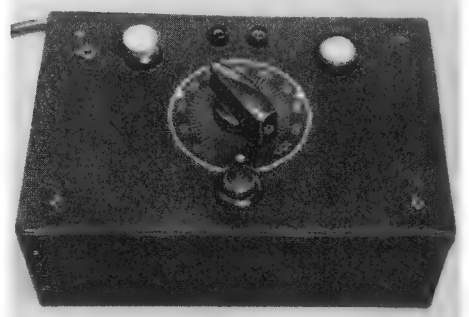

Bild 1. Außenansicht des Multivibrators
Zu den interessantesten schaltungstechnischen Aufgaben gehört die Kombination verschiedener Antennen oder Verstärkerkanäle zu Allwellenanlagen. Als Beispiel einer bewährten Industrieausführung sei daher nachstehend eine Lösung der Firma Blaupunkt Elektronik wiedergegeben, die sich durch gute Übersichtlichkeit auszeichnet. **Bild 1** zeigt zunächst die Zusammenschaltung von Empfangsantennen für die Bänder I bis III. Das dem Empfänger zunächst liegende Filter enthält einen Tiefpaß für die Antenne des längstwelligen Bandes (I) und einen Hochpaß für das nachgeschaltete Filter, deren beider Eingänge durch Drosseln galvanisch miteinander verbunden sind. Auch das nachgeschaltete Filter enthält einen Hochpaß (für das Fernsehband III) und einen Tiefpaß, an dessen Eingang der UKW-Kreuzdipol (Band II) und über eine zusätzliche Weiche der Übertrager für die Mittel- und Langwellen - Stabantenne angeschlossen sind. Die richtige Dimensionierung aller dieser Filter ist wegen der Anpassungsbedingung nicht einfach, so daß sie zweckmäßig fertig bezogen werden. Auch zum Bau von Antennenverstärkern gehört große Erfahrung. Dem Amateur, der sich auf diesem Gebiet versuchen will, sei empfohlen, Allwellenverstärker grundsätzlich nur aus getrennten Kanalverstärkern zusammenzusetzen.
Bild 1. Zusammenschaltung verschiedener Antennen für die Bänder I bis III. Die MW/LW-Stabantenne ist über eine eigene Weiche am Kreuzdipol für Band II angeschlossen (Blaupunkt Elektronik)
Der nachbeschriebene Breitband-Multivibrator, dessen Schaltung **Bild 1** wiedergibt, hat sich bei Niederschrift dieser Zeilen seit über einem halben Jahr für alle die genannten Prüfungen bestens bewährt. Er ist mit der Doppel-Triode ECC 40 für Betrieb am 220-V-Wechselstromnetz aufgebaut und schwingt mit einer Grundfrequenz von etwa 400 Hz. Die Anodenwiderstände sind mit 2 kΩ sehr niedrig gehalten. Der eine Anodenwiderstand wurde als Potentiometer ausgeführt, an dessen Schleifer das Frequenzgemisch in von Null bis zum Höchstwert einstellbaren Amplituden abgenommen werden kann. Die Maximalamplitude der Grundfrequenz von 400 Hz beträgt 8...9 V. Selbst auf dem Kurzwellenbereich sind die Oberschwingungen für die aufgezählten Prüfungen noch ausreichend. Durch die niederohmigen Anodenwiderstände wird der Ausgang so niederohmig, daß der Multivibrator über zwei normale, ungeschirmte einadrige Prüfschnüre mit dem zu prüfenden Gerät verbunden werden kann.
Zur Siebung mußten zwei kleine Elektrolytkondensatoren zu je 25 µF eingesetzt werden, damit das Gerät einen reinen Grundton von 400 Hz abgibt. Bei kleineren Siebkondensatoren wird der Ton rau. Die überlagerte restliche Wechselspannungskomponente von 50 Hz verzerrt dann die Rechteckform der Schwingungen, wie im Oszillografen festgestellt werden konnte. Die beiden Elektrolytkondensatoren im Aluminiumbecher wurden mit Tesaband umwickelt und dadurch gegen das Chassis isoliert. Dieses ist mit dem Pluspol verbunden und geerdet (s. Bild 1).
Ihre Kristalldioden weisen eine kugelige Form auf (**Bild 1**). Bei einem Gewicht von nur 1/4 Gramm beträgt der Durchmesser nur etwa 5 mm. Die Zuführungen bestehen aus zwei parallel herausgeführten Drähten, wobei der grüne Draht die Kathode (Germaniumkristall) bezeichnet. Sie werden als erschütterungsfest, stoßfest und stabil bezeichnet, was ohne weiteres erklärlich ist, da sie auf dem Verbindungsprinzip (junction-pn-type) aufgebaut sind. Das Fehlen einer Wachsfüllung ermöglicht die Verwendung bis zu +100° C. Die technischen Daten sind den bekannten
Links: Bild 1. Detectron-Kristalldiode (pn-Prinzip), Maßstab 1:1. Rechts: Bild 2. Detectron-Transistor (pnp oder npn), Maßstab 1:1